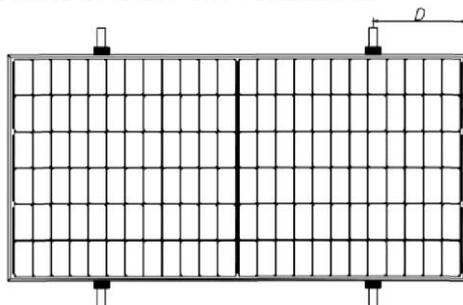
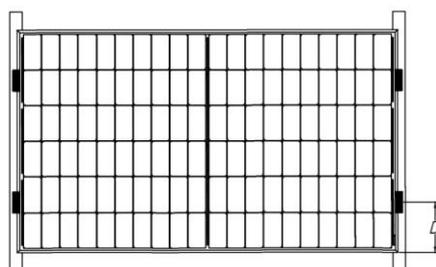
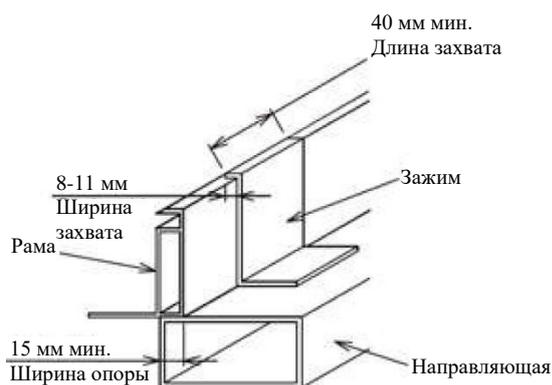

Рис. 8 Направляющие, перекрывающие длинную сторону корпуса
Рис. 9 Направляющие, перекрывающие короткую сторону корпуса
Рисунок 13 Требования к монтажу направляющих, перекрывающих короткую сторону корпуса
Фотоэлектрические модули можно устанавливать поперек несущей конструкции (Рис. 8) или параллельно корпусу фотоэлектрического модуля (Рис. 9). При использовании для монтажа зажимов каждый модуль необходимо закрепить не менее чем 4 зажимами.
- ⑧ При способе монтажа, приведенном на Рис. 9, модуль необходимо закрепить с помощью профессиональных зажимов (как показано на Рис. 13), причем перекрытие между стороной С модуля и направляющей должно составлять ≥ 15 мм. В случае использования ненадлежащих зажимов или неправильного монтажа ограниченная гарантия Chint становится недействительной.